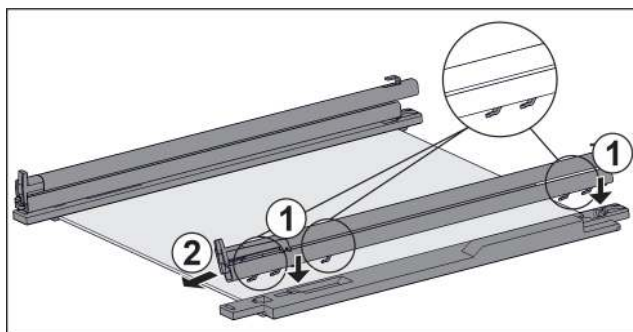

Fig. 46 Стекла́нная пластина с направляющими и крепежными элементами
- ▶ Поместите крючки направляющей в отверстия **левого** крепежного элемента. Fig. 46 (1)
- ▶ Потяните направляющую вперед. Fig. 46 (2)
- ▶ Поместите крючки направляющей в отверстия **правого** крепежного элемента. Fig. 46 (1)